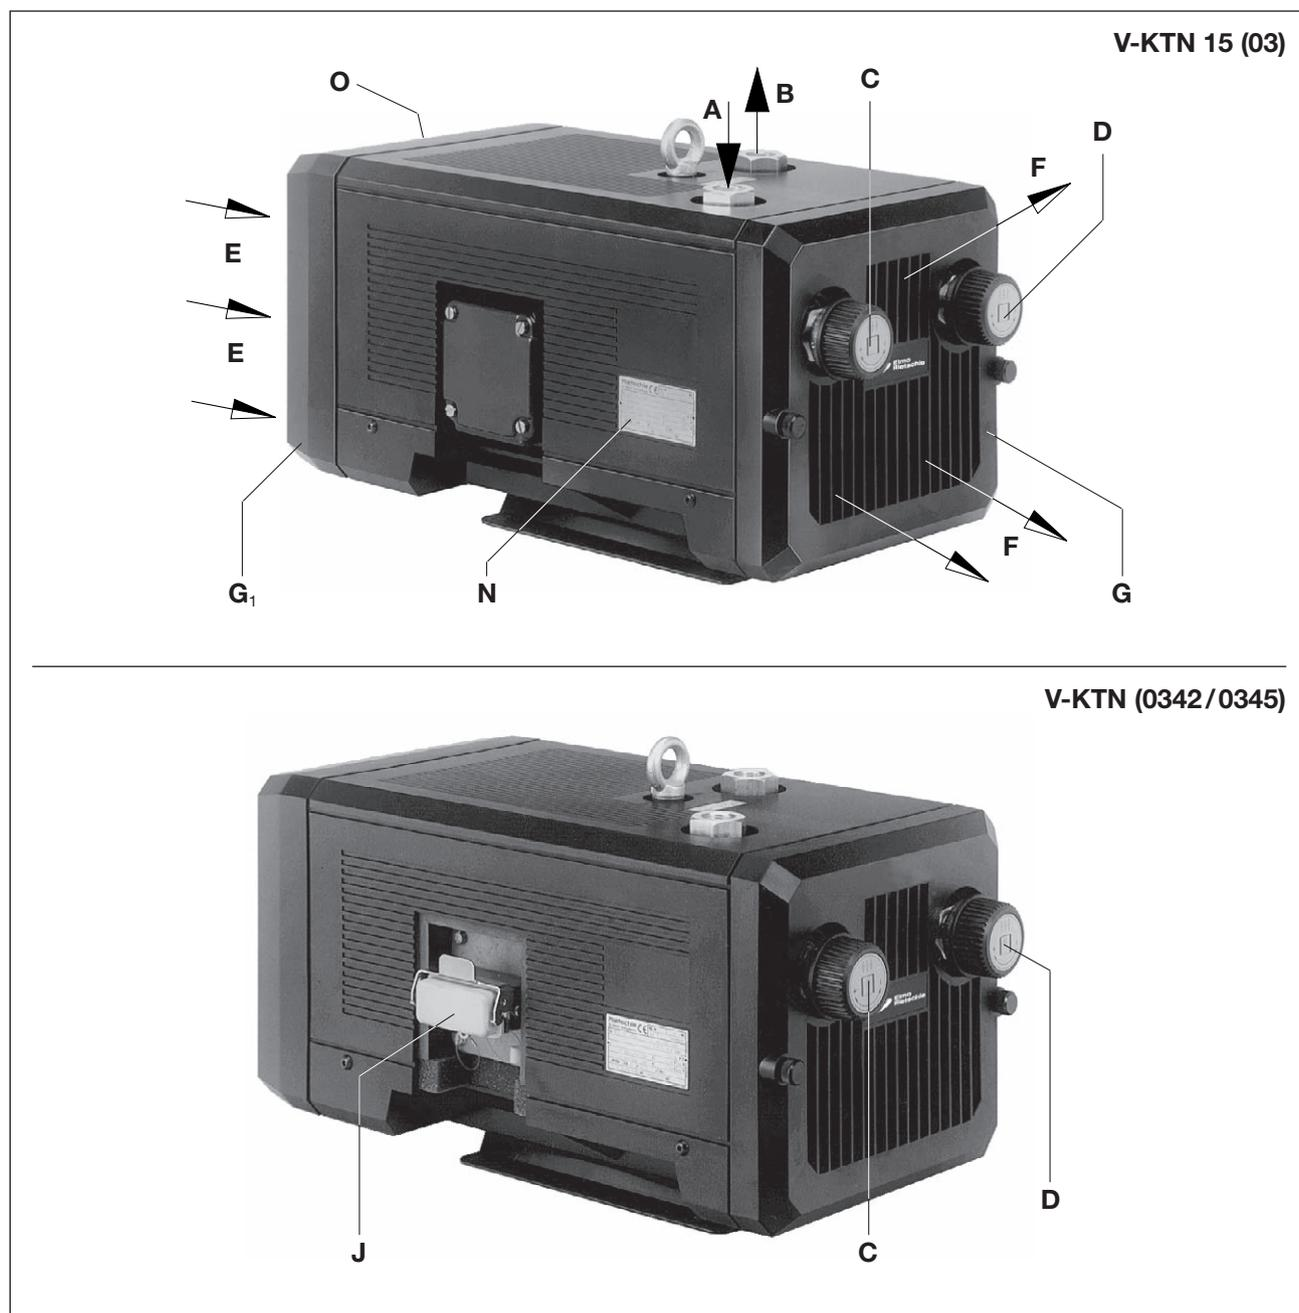
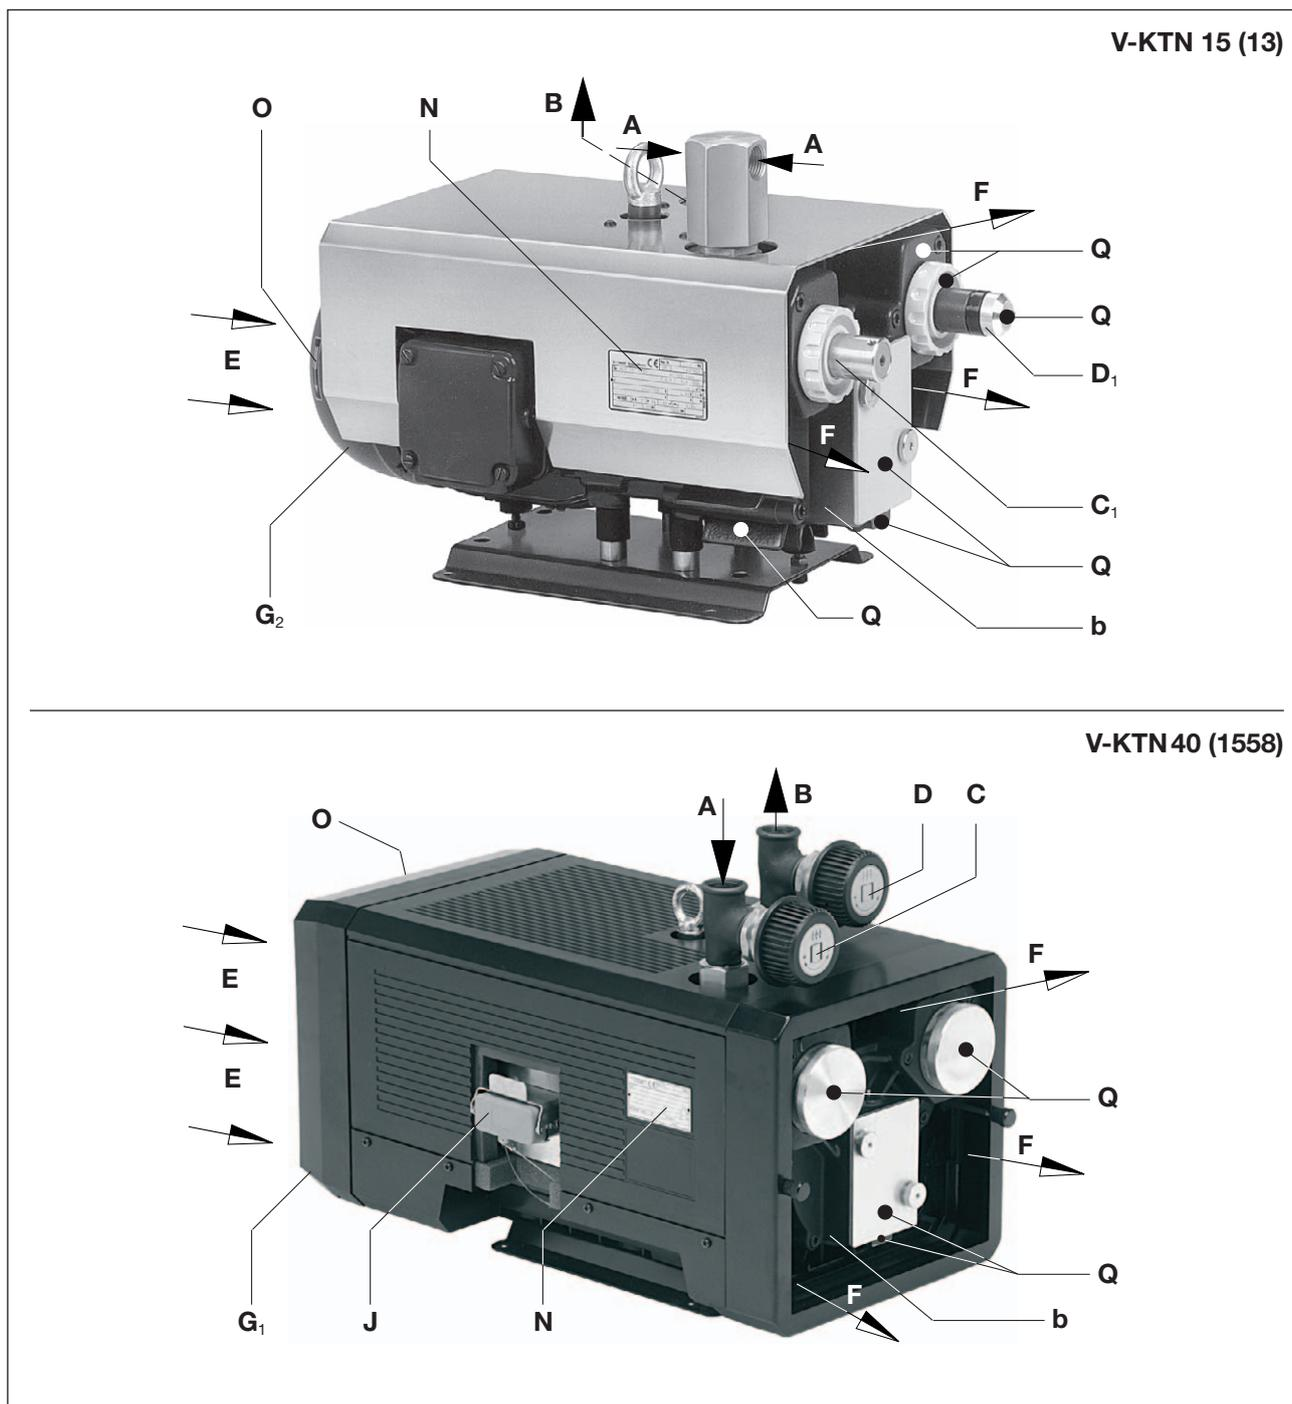

Fig. 2 Bomba de presión/vacío V-KTN (03)
Fig. 3 Bomba de presión/vacío V-KTN (13) / V-KTN (1558)
Las bombas V-KTN (01 → 06) y (08 → 10) vienen encapsuladas en una cubierta acústica de plástico. Dentro de la cubierta acústica se encuentra además un ventilador que se encarga de la refrigeración. La válvula reguladora de vacío (fig. 2/C) y la válvula reguladora de presión (fig. 2/D) permiten el ajuste del vacío y de la presión a los valores deseados hasta un límite máximo.
La V-KTN (13) se encuentra en una cubierta de chapa. En este caso, la refrigeración es realizada mediante el ventilador de motor. La V-KTN (13) tiene una válvula de seguridad de vacío (fig. 3/C₁) en el lado de aspiración y una válvula limitadora de presión (fig. 3/D₁) en el lado de presión.
Tienen un caudal nominal de 15, 25 y 40 m³/h a 50 Hz, respectivamente. Los límites de carga (bar) en el lado de succión y de presión están indicados en la placa de características (fig. 2/N). La hoja de datos D 480 muestra la dependencia del caudal de la presión.
Para el desmontaje de la rejilla de salida (fig. 2/G), la rejilla de aspiración (fig. 2/G₁) y la tapa de la carcasa (fig. 3/b) se requiere un espacio de al menos 30 cm para los trabajos de mantenimiento. Además, asegurarse de que las entradas (fig. 2/E) y las salidas (fig. 2/F) de aire de refrigeración estén a una distancia mínima de 10 cm de la pared (el aire de refrigeración saliente no debe volver a aspirarse).
- a) Toma de vacío (fig. 2/A) y toma de presión (fig. 2/B).
Las gamas de presión y vacío necesarias se pueden ajustar con la válvula reguladora de presión (fig. 2/D) y la válvula reguladora de vacío (fig. 2/C) conforme al símbolo indicado en el botón giratorio.
- a) Los datos eléctricos del motor figuran en la placa de características (fig. 2/N) o en la placa del motor (fig. 3/P₁). Los motores se corresponden con EN 60034 y son de índice de protección IP 55 y clase de aislamiento F. El esquema de conexión correspondiente se encuentra en la caja de bornes del motor (no aplicable en versiones con conector para clavijas). Comparar los datos del motor con los datos de la red eléctrica existente (tipo de corriente, tensión, frecuencia de la red, intensidad admisible).
- b) Conectar el motor a través del conector para clavijas (fig. 2/J) o el guardamotor (para la protección hay que proveer un guardamotor y para la protección antitirón del cable un prensaestopas).
En estado caliente, las temperaturas de las superficies de las piezas (fig. 3/Q) pueden superar los 70°C.
- ▷ El sentido de giro previsto para el árbol de accionamiento está señalado mediante la flecha (fig. 2/O) en la brida del motor.